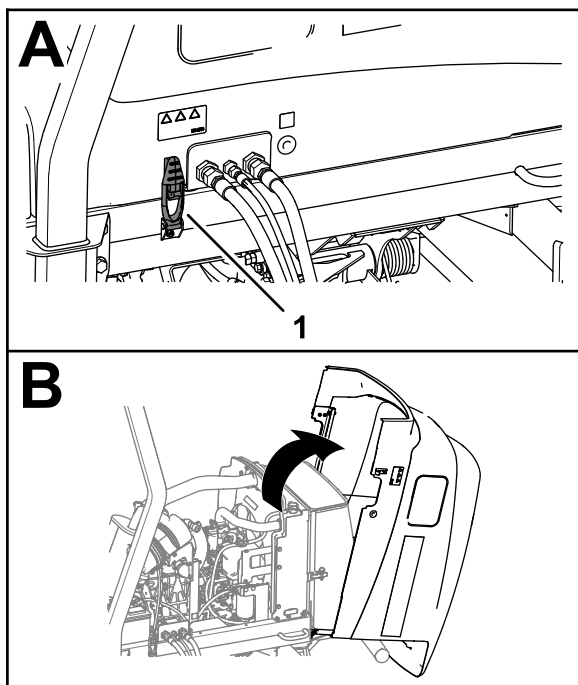

Figura 93
1. Solte os dois trincos do capot (Figura 93).